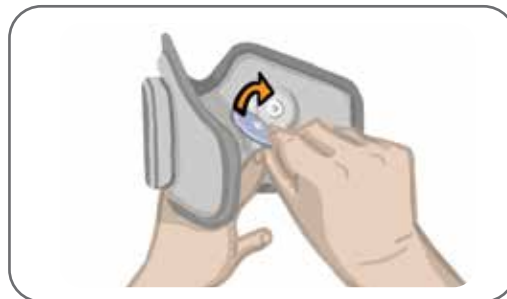

Bild 11-6: Ansluta de runda tygelektrodena
6. Sätt fast de runda tygelektrodena vid elektrodbaserna. Se bild 11-6.